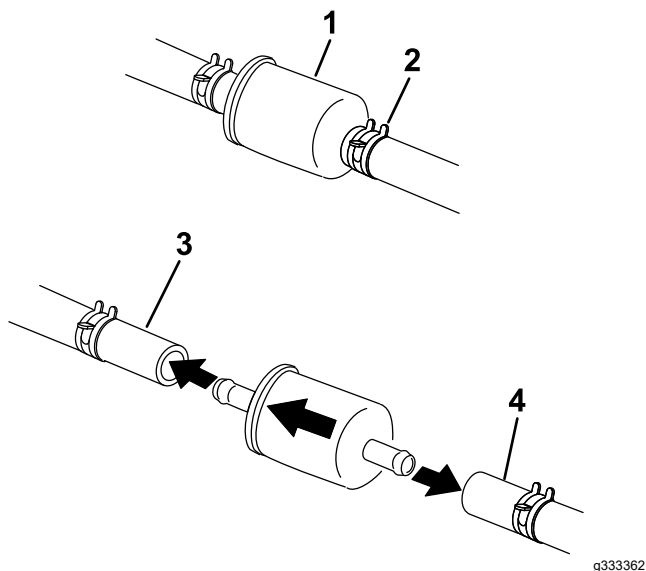

Figure 58
4. Fermez le robinet d'arrivée de carburant sous le siège (Figure 58).
5. Pincez les extrémités des colliers et éloignez les colliers du filtre (Figure 58).
7. Posez un filtre neuf et rapprochez les colliers de fixation du filtre (Figure 58).